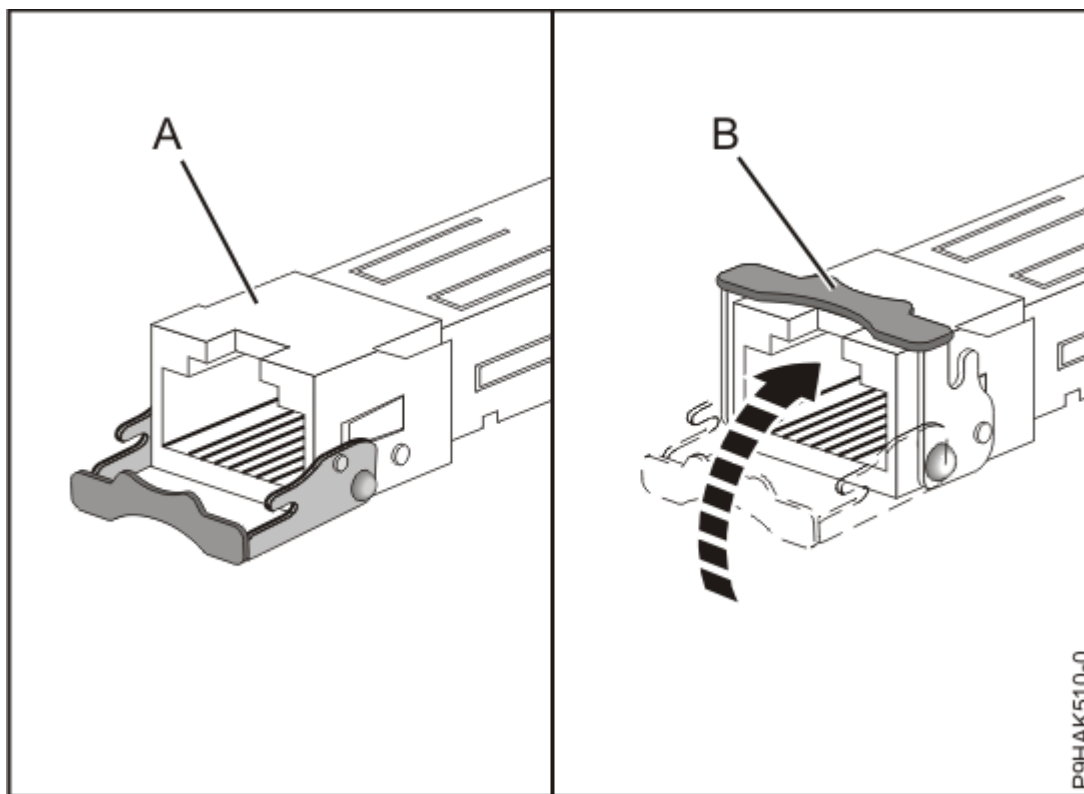

Figura 22. Sustitución de los transceptores SFP en el adaptador
- c) Con el pestillo **(B)** en la posición de abierto, empuje el pestillo girándolo hacia arriba y hacia la tarjeta, tal como se muestra en la Figura 22 en la página 29.